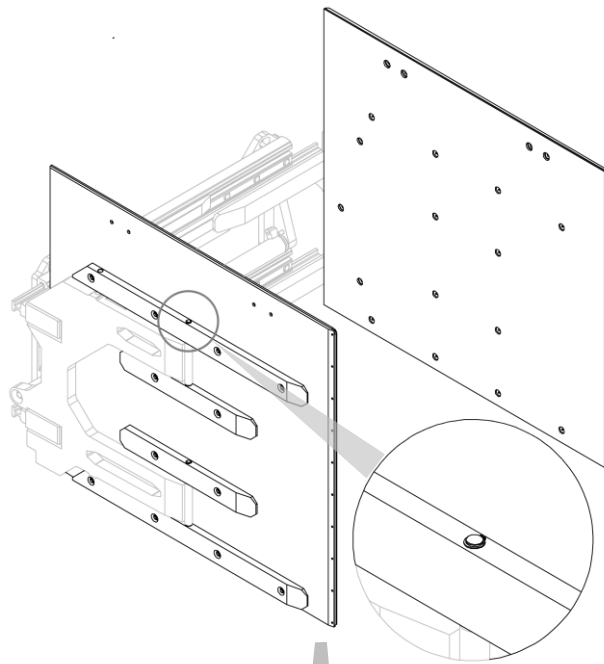
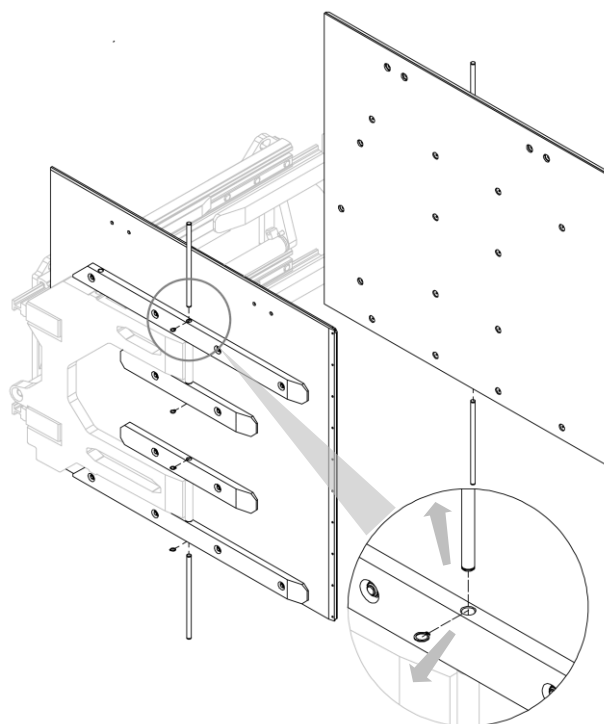

Figure 69
Figure 70
2. Retirez les panneaux (avec les plaques correspondantes) des fourches, après avoir retiré, une par une, les goupilles qui les soutiennent (voir *Figure 69* et *Figure 70*).